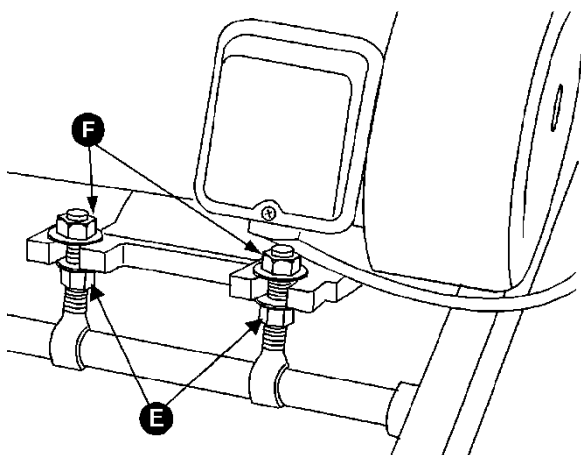

Рис. 12
3. Если необходима регулировка натяжения ремня, ослабьте одну пару шестигранных гаек (Е и F, см. Рис. 12) и закручивайте другую пару, чтобы поднять или опустить держатель двигателя. Снова затяните гайки.